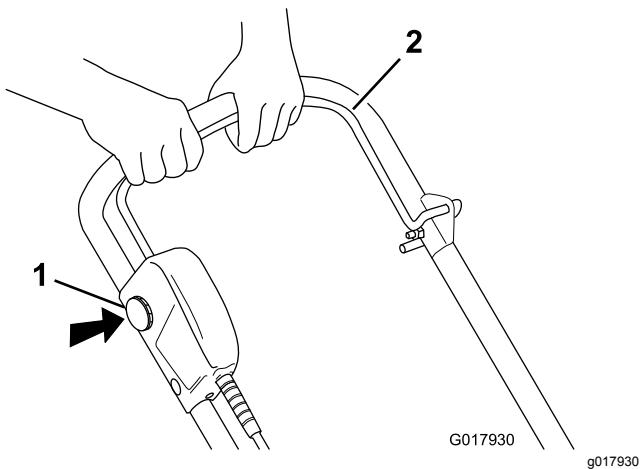

Figure 10
- Pour démarrer le moteur, insérez la clé de sécurité et appuyez de manière prolongée sur le bouton de sécurité, puis serrez la barre de commande contre le guidon (Figure 10).